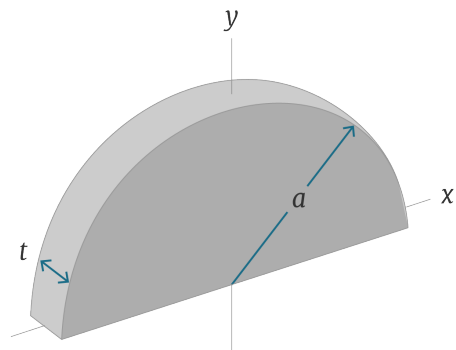

Figura 18.2: Placa metálica semicircular
3. Calcule las coordenadas x y y del centro de masa de una placa metálica semicircular con densidad uniforme ρ , espesor t y radio a (ver Figura 18.2). [Sugerencia: la masa de dicha placa es $M = \frac{1}{2}\rho a^2 t$.]